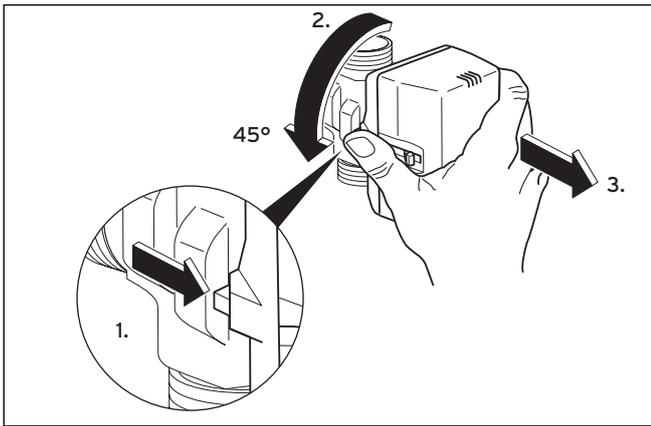

Fig. 5.2 Retirar la carcasa del motor de la válvula de conmutación de tres vías
- Retire el cable de suministro de corriente de la carcasa del motor de la válvula de conmutación (5).
- Retirar la carcasa del motor (véase fig. 5.2):